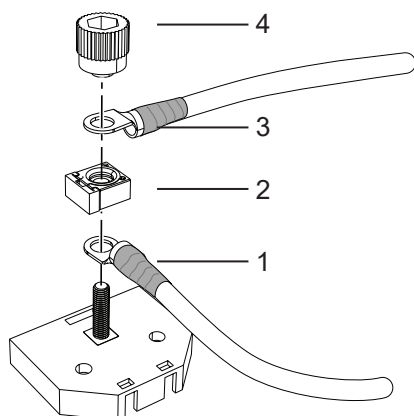
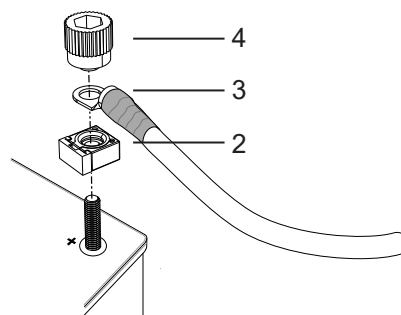

Bild 85. Inkoppling till säkringslåda
Bild 86. Inkoppling till batteriets plus-pol
2. Säkerställ att hyttströmbrytaren (CS) i förekommande fall står i läge "Av".
3. Vid användning av säkringslåda, anslut kabeln (1) till batteriets pluspol och till säkringslådan och placera där säkringen (2) ovanpå, se Bild 85.
4. Vid anslutning direkt till batteriets plus-pol, placera säkringen (2) på plus-polen, se Bild 86.
5. Anslut huvudströmkabeln (3) till säkringslådan/plus-polen, se Bild 85 - Bild 86.
6. Skruva fast kabelanslutningar och säkring med vredet (4). Kablarna monteras 90° alt. 180° ifrån varandra. Säkringen monteras i rät vinkel mot kablarna, se Bild 85 - Bild 86.